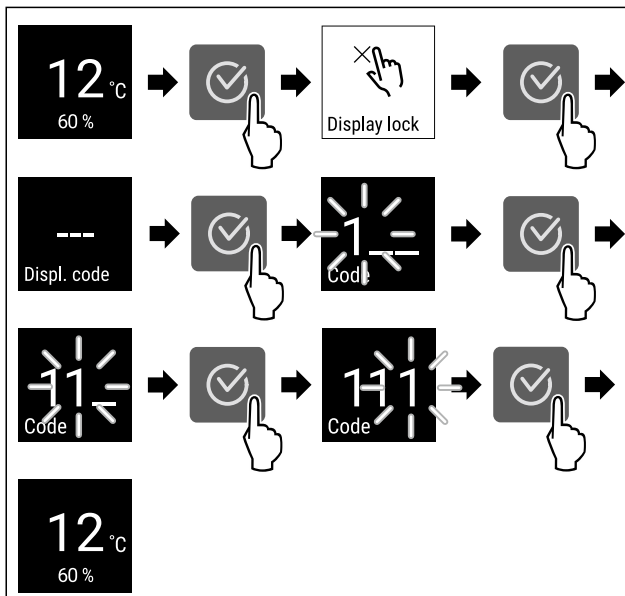

Fig. 51 \*
- ▶ Изпълнете стъпките (виж Fig. 51) .\*